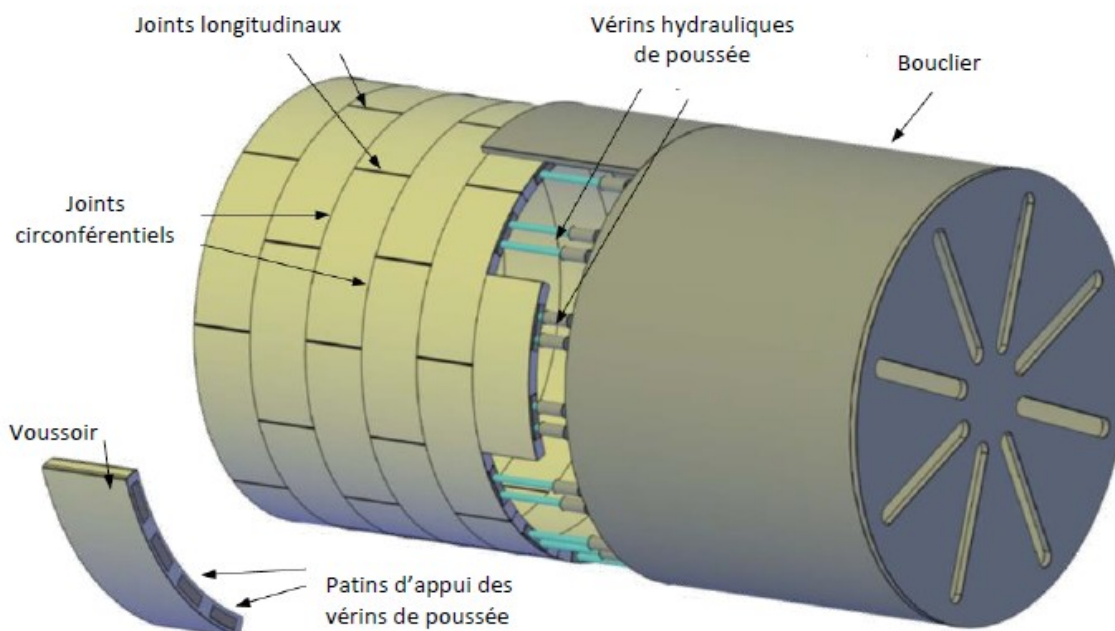

Fig.15 Mise en charge des joints
- mise en charge des joints longitudinaux et circonférentiels (figure 15), par poussée du chariot longitudinal 1 en appui contre l'anneau précédent et de l'anneau rotatif contre le voussoir contigu du même anneau ;
7. L'erreur de quantification dans le cas d'une quantification centrée (voir fig. 15) est de $\pm q/2$. L'exigence est-elle respectée ?